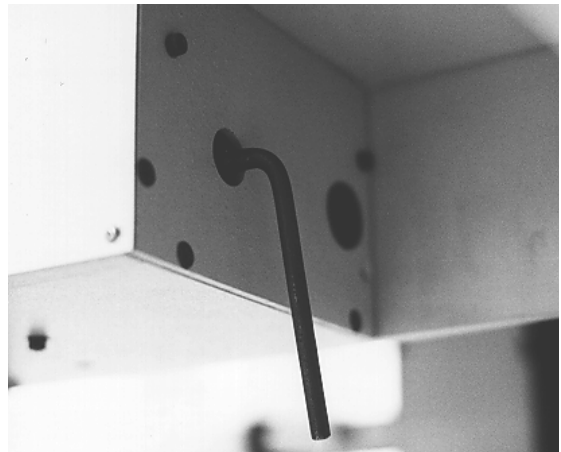

Abbildung 4-2
1. Während die Maschine EINGeschaltet ist und still steht, legen Sie das Werkzeug zur Indexeinstellung in das Loch auf der rechten Seite des Farbwechselkastens (siehe Abb. 4-2).